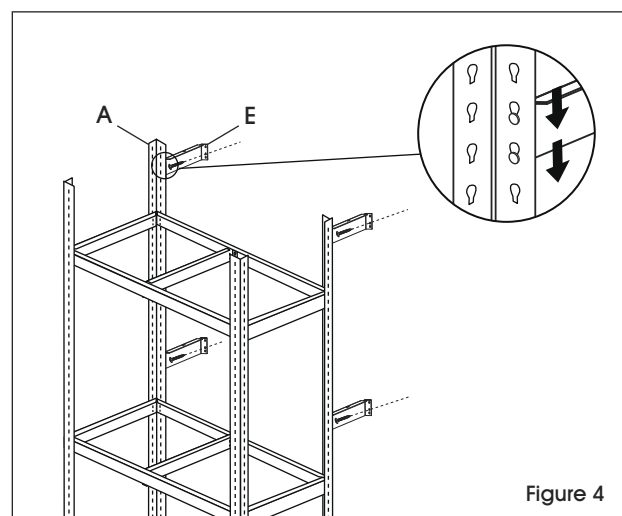

Figure 4
- Fixez les ancrages muraux (E) en les insérant à l'arrière des montants (A). (Voir Figure 4)
- Déplacez l'étagère à pneus vers l'emplacement souhaité. Tracez des repères à travers les ancrages muraux (E) où les vis seront insérées. Déplacez l'étagère à pneus pour percer les trous à l'aide d'une mèche de perceuse de 1/4 po. Repositionnez l'étagère à pneus à l'emplacement souhaité. (Voir Figure 4)
- Pour bois/béton : Fixez les ancrages muraux (E) au mur à l'aide de quatre vis longues et de quatre rondelles en vous servant d'une clé à douille de 10 mm.